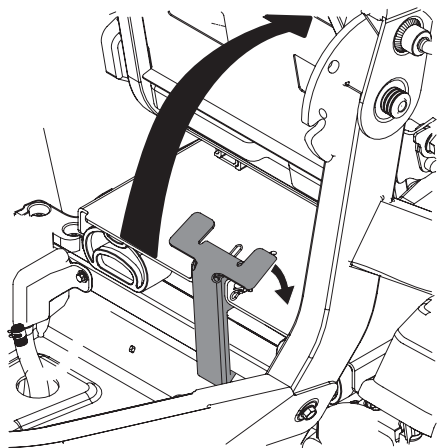

Figure 21
4. Faites pivoter tout le plateau du siège vers le haut (Figure 21).